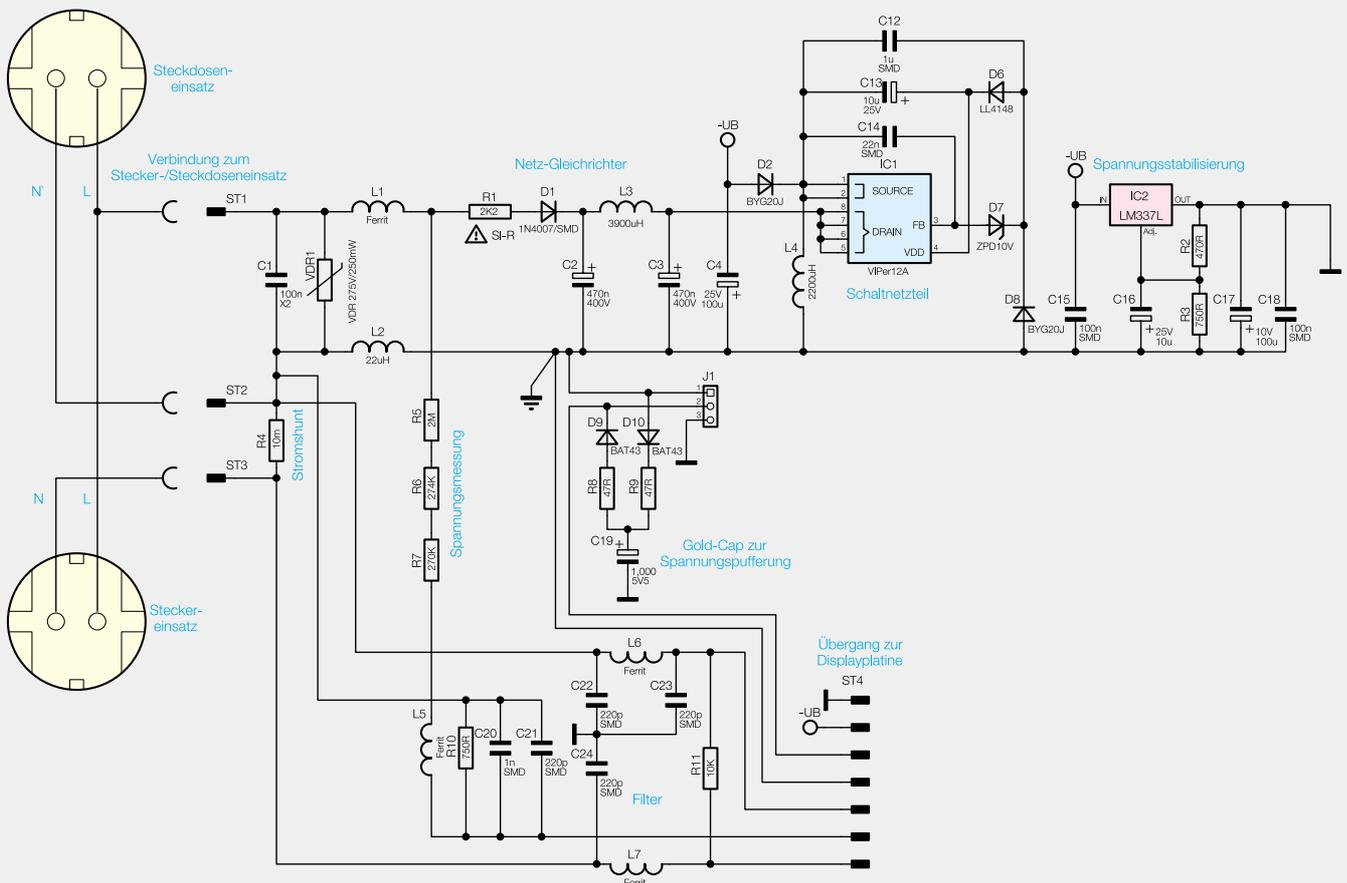
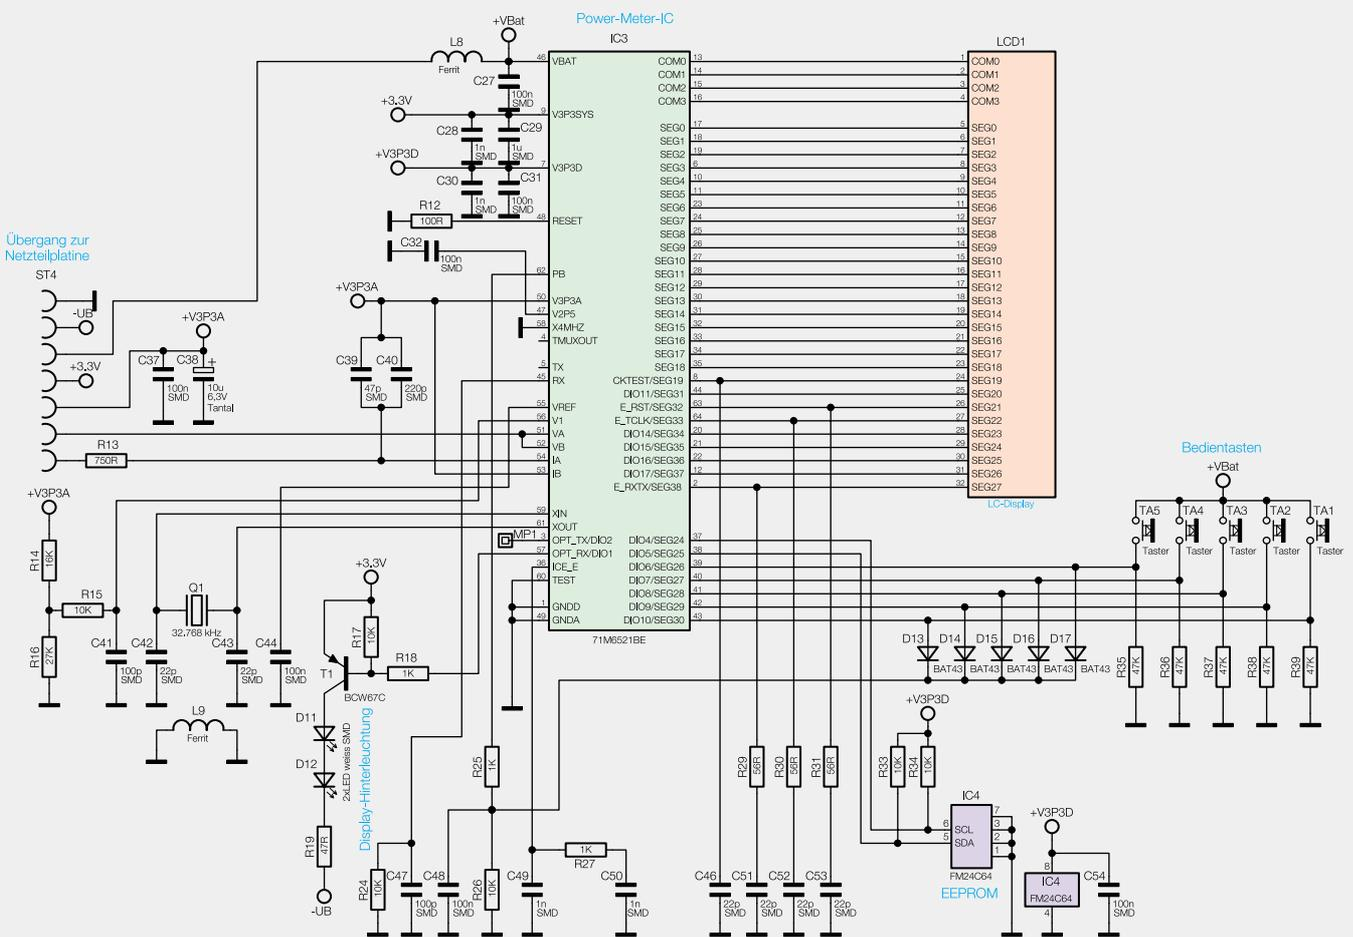

Bild 2: Das Schaltbild der Netzteilplatte
Bild 3: Das Schaltbild der Displayplatte
Entsprechend der im Gerät vorhandenen Leiterplatten ist das Gesamtschaltbild des Energy Masters in zwei Teilschaltbilder (Bild 2 und 3) aufgeteilt.
Während die Messwerterfassung und die Spannungsversorgung mit einem effizienten Schaltnetzteil in Bild 2 zu sehen sind, zeigt Bild 3 das komplexe „Power-Meter-IC“ mit zugehöriger Peripherie, die Bedienelemente und das LC-Display.
Betrachten wir zuerst die Messwerterfassung und Spannungsversorgung in Bild 2, wo die 230 V Netz-Wechselspannung am Steckereinsatz zugeführt wird. Zum besseren Verständnis sind die Netzanschlüsse zwar mit Leiter (L) und Neutralleiter (N) beschriftet, wobei die tatsächliche Polarität aber keine Rolle spielt (ist davon abhängig, mit welcher Polarität das Gerät in die Steckdose gesteckt wird). Um für die Beschreibung eine eindeutige Zuordnung zu erhalten, gehen wir von der im Schaltbild beschrifteten Polarität aus. Der vom Steckeranschluss kommende Leiteranschluss ist direkt
Wie bereits erwähnt, ist das Gerät noch bis zu 30 Min. nach dem Herausnehmen aus der Steckdose bedienbar und abzulesen. Die Betriebsspannung des Power-Meter-ICs wird dann vom Gold-Cap C 19 mit einer Kapazität von 1 F über R 8 und D 9 geliefert. Bei Einstecken des Gerätes in die Steckdose wird der Gold-Cap über D 10 und R 9 auf 3,3 V aufgeladen. Über den Steckverbinder ST 4 gelangen die vom Netzteil gelieferte Spannung und die vom Gold-Cap gelieferte Spannung zum Power-Meter-IC in Bild 3.
Direkt an den Versorgungspins von IC 3 in Bild 3 verhindern Staffelblockungen (C 27 bis C 29) hochfrequente Störeinflüsse, wobei über einen chipinternen Schalter entweder die an Pin 9 anliegende Spannung oder die Gold-Cap-Spannung (Pin 46) zum eigentlichen Versorgungspin (Pin 7) des Bausteins durchgeschaltet wird. Hier erfolgt eine weitere Blockung mit C 30, C 31. Die Versorgungsspannung des Bausteins wird ständig über den mit R 14 und R 16 aufgebauten Spannungsteiler überwacht (interner „Power-Fault-Circuit“).
Bei sehr genauen Messungen im Netzspannungsbereich hat man grundsätzlich mit Störungen zu „kämpfen“, die dem Netz überlagert sind. Entsprechend aufwändig und umfangreich sind die erforderlichen Entstörmaßnahmen und Filter, und auch hinsichtlich EMV sind mehr Maßnahmen erforderlich als bei vielen anderen Schaltungen. Hochfrequente Störeinflüsse werden zum einen durch „Staffelblockungen“ an den entsprechenden Versorgungsanschlüssen verhindert und zum anderen durch Filter-Maßnahmen im Bereich der Messeingänge in Bild 2.